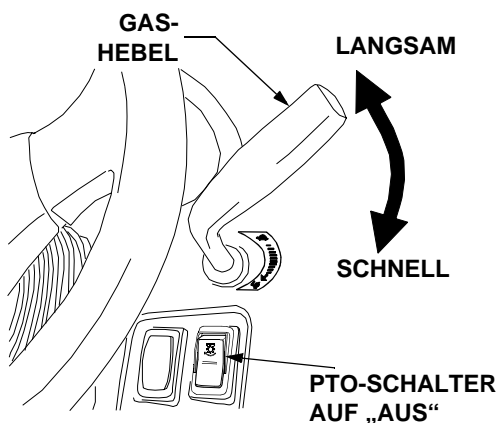

Abbildung 14
- Den Gashebel auf die Vollgasposition (SCHNELL) drehen. Siehe Abbildung 14.